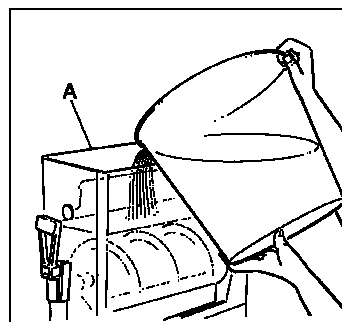

Fig. 7
- Versare il prodotto ottenuto nella vasca rispettando la capienza massima di 12 litri (vedi fig.7).